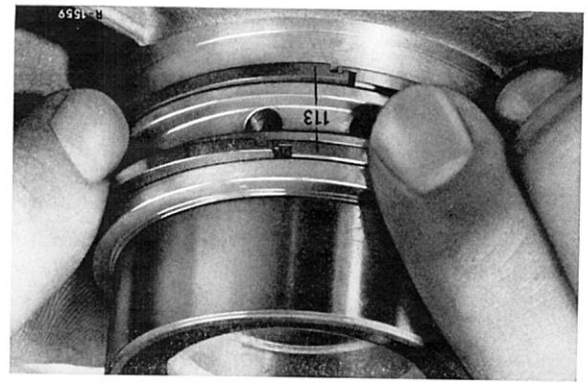

Bild 27-14/1
- 2 Meßanschlußverschraubungen (114 und 115) samt Dichtungen heraus-schrauben (Bild 27-14/2).